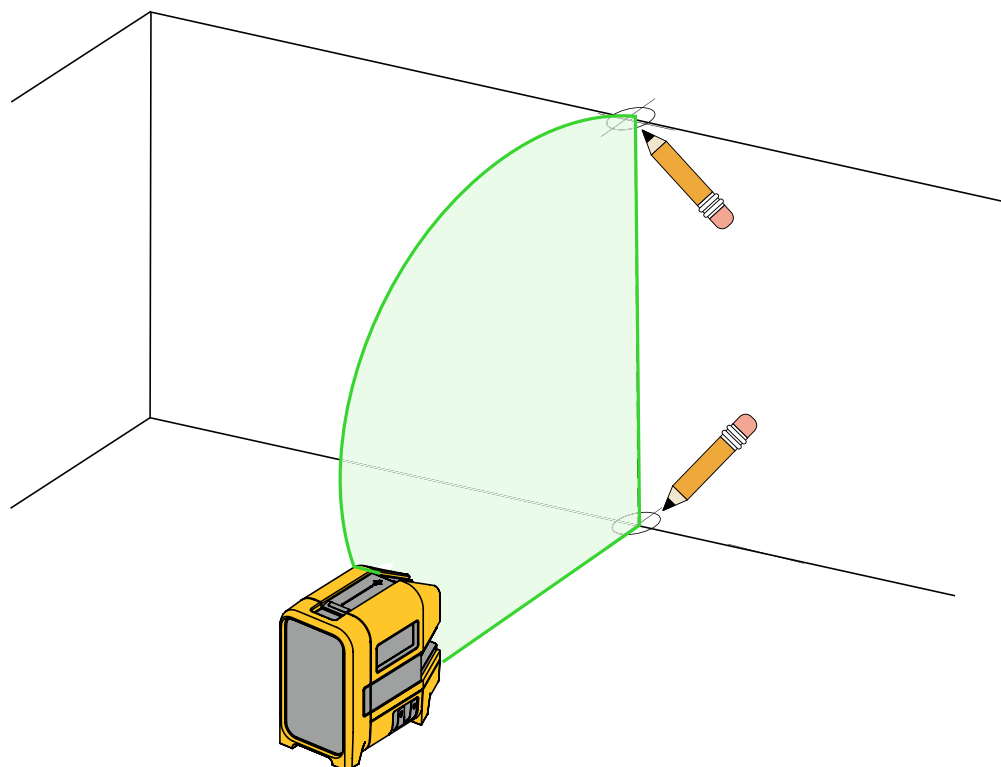

Рисунок 3. Новое вертикальное выравнивание
2. Включите вертикальный лазер и направьте лазер на целевой участок. См. Рисунок 3.